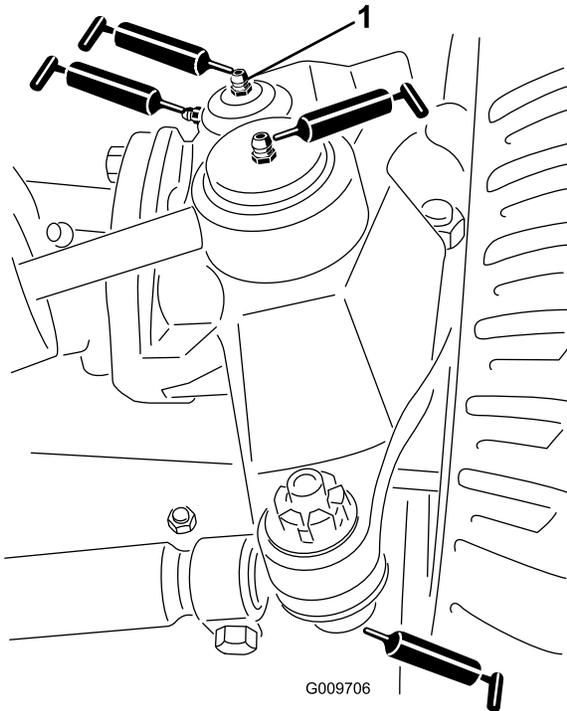

Figura 45
- Rótulas do cilindro da direção (2), como se mostra na Figura 45
- Rótulas da barra de ligação (2), como se mostra na Figura 45
- Casquilhos do pino principal (2), como se mostra na Figura 45